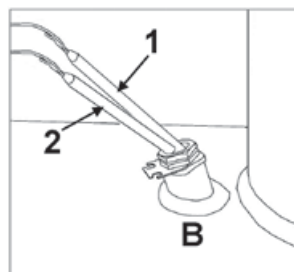

Fig. 14 - Fourreau B
Placer à l'intérieur du fourreau « B » (Fig. 14) le bulbe du thermostat du 1^{er} étage (1) et celui du thermostat du 2^{ème} étage (2).